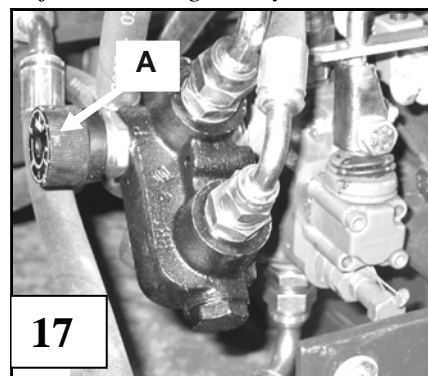

Bild 17. Flödesreglering av ställcylindern
5.6 Hastighetskontroll för klyvbettets justeringscylinder, bild 17